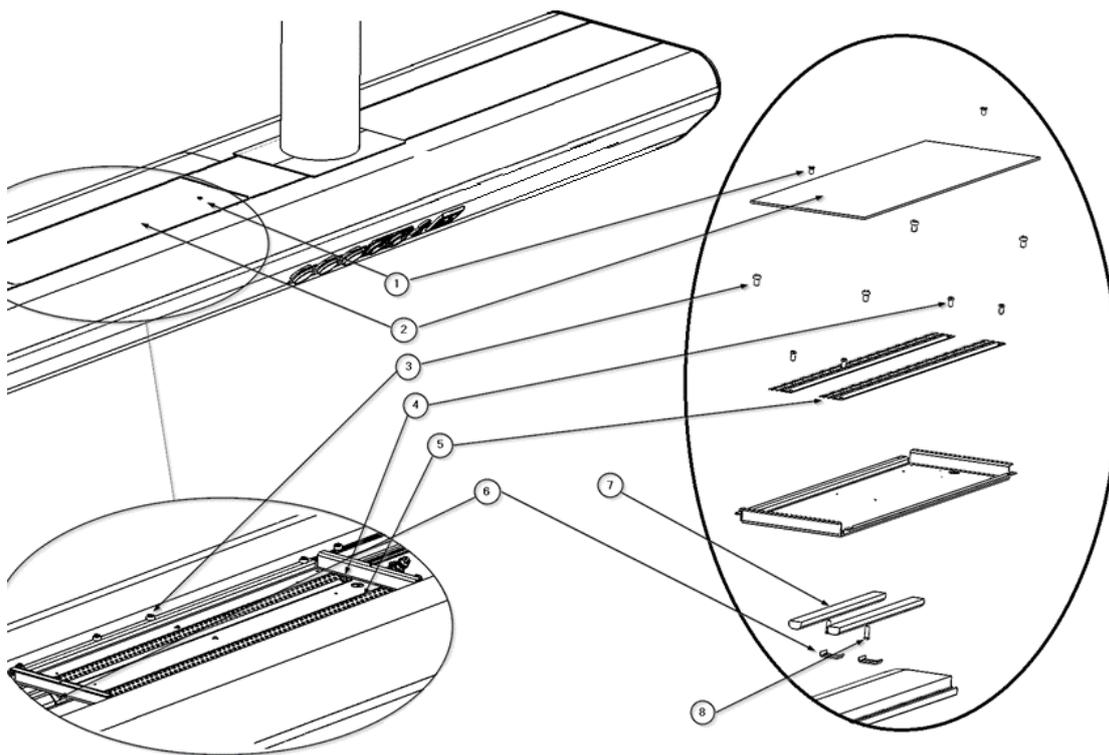

Fig.5 Remplacement de la lumière indirecte
La figure 5 montre une image de la tête de branchement sans la paroi latérale afin de clarifier la situation du module d'éclairage.
- Dévissez les 2 vis à tête fraisée M4 x 10 (1) DIN 935 comme indiqué dans la figure 5 à l'aide d'un tournevis cruciforme.
- Débranchez le connecteur rapide des bandes LED (4). Le module peut maintenant être retourné et les contrôleurs (5) et leur bornier sont visibles.
- Débranchez l'alimentation électrique des contrôleurs (5) du bornier.
- Dévisser les vis hexagonales M4 x16 (7) DIN 933 en dégageant les languettes (6) retenant les contrôleurs (5).
- Mettez en place les nouveaux contrôleurs ⑤ et fixez-les avec les languettes ⑥ en vissant les vis hexagonales ⑦.
- Branchez l'alimentation électrique des contrôleurs ⑤ vers le bornier.
- Dévissez les vis hexagonales M4 x16 ③ DIN 933 en libérant les bandes LED ④.
- Installez les nouvelles bandes LED ④ et fixez-les avec les vis hexagonales ③.
- Branchez le connecteur rapide de l'alimentation des bandes LED nouvellement installées ④.
- À l'aide d'un outil en forme d'étoile, fixez à nouveau le support ② du module d'éclairage en vissant les 2 vis à tête fraisée M4 x 10 ① DIN 935.